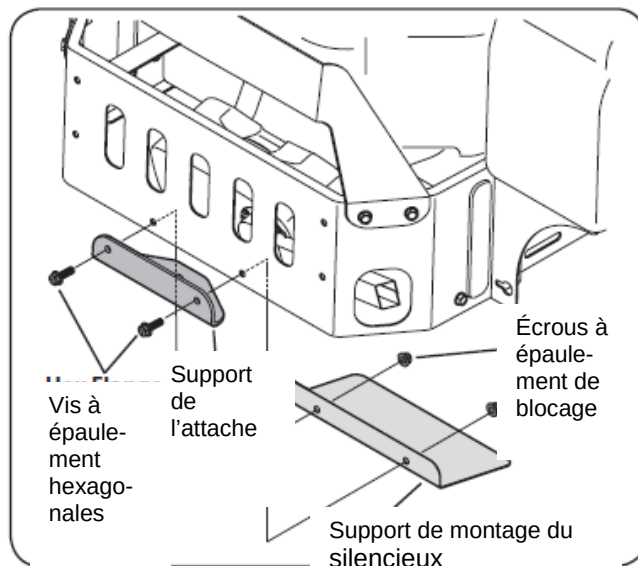

Figure 3-6
1. Retirez les vis à épaulement hexagonales et les écrous à épaulement de blocage qui fixent solidement le support de l'attache et le support de montage du silencieux au support du pare-chocs. Consultez la Fig. 3-6.